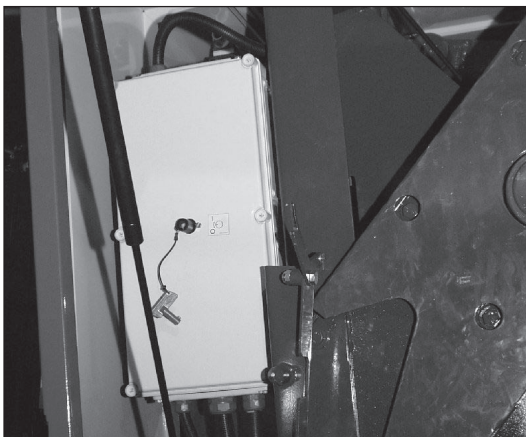

Рисунок 9
- устройство управления в распределительной коробке (Рисунок 9)